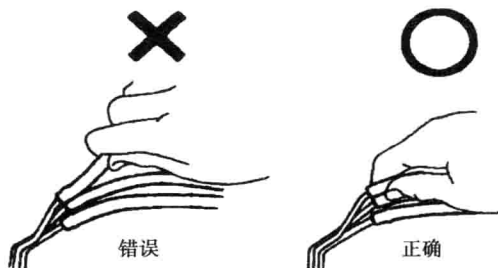

图 1.2.7
- (1) 断开真空软管时，应握住软管端头（不是中部）进行拉动（见图 1.2.7）。